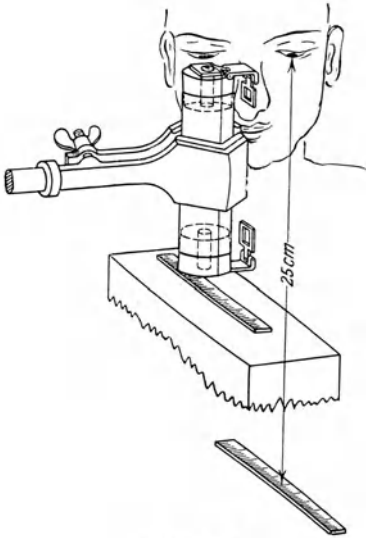

Fig. 140.
**Anleitung.** g) Setze in die Enden der Röhre die beiden Korke ein und befestige mit einem Kautschukband die Linsen der Fadenzähler über den Öffnungen (Fig. 140). Klemme die Röhre lotrecht über dem Tisch fest und stelle durch Heben oder Senken ein vergrößertes Bild der Millimeterteilung scharf ein, die auf einem Holzklötz darunter liegt. Der Abstand des Tisches vom obern Ende der Röhre sei etwas größer als 25 cm.